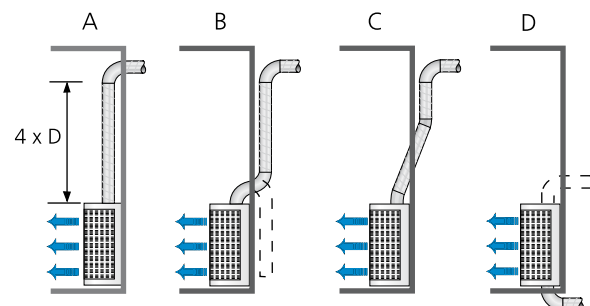

Abbildung 3. Beispiel für die Beeinflussung der Geräuscherzeugung seitens verschiedener Auslassanschlüsse.
Der Auslass kann mitten im Raum in der Nähe von Säulen oder an Wänden angebracht werden. Bei Wandmontage ist ein 3-seitiges Strahlprofil zu wählen. Bitte beachten, dass die Auslegungsdiagramme Daten bei einer äquivalenten Absorptionsfläche von 150 m2 zeigen. Hierdurch werden die Einlaufgeschwindigkeiten in den Auslass relativ hoch. Die Art und Weise des Anschlusses der AusläÙe an den Kanal ohne extra Geräusche ist besonders zu berücksichtigen. Siehe Abbildung 3.
- Die Diagramme geben die Daten für den Schallpegel mit einer äquivalenten Schallabsorptionsfläche von 150 m2 und 2 m vom Auslass sowie bei einer geraden Strecke auf dem anschließenden Kanal. Siehe Abbildung 3 für extra Geräusche bei alternativen Kanalanschlüssen.